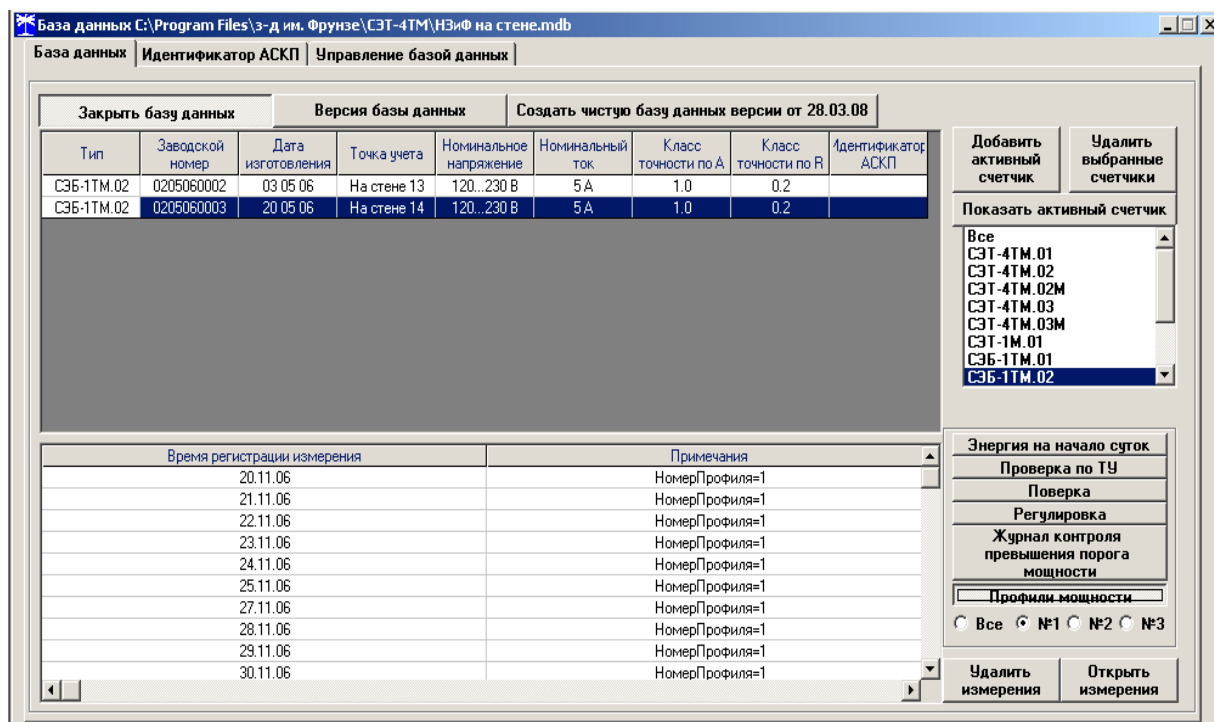

Рисунок 14 – Форма «База данных»
15.15 Для визуализации сохраненного в базе массива профиля параметров нужно нажать кнопку «Открыть базу данных» и, по запросу конфигулятора, указать путь к требуемой базе. В окне формы появится список счетчиков, параметры которых сохранялись в базе. Выделить интересующий счетчик из перечня, установить флаг «Профиль мощности №1» и нажать кнопку «Профиль мощности». При этом будет производиться чтение всех записей базы, относящихся к выделенному счетчику, а в окне «Время регистрации измерения» будет отображаться список дней сохранения информации в базе (рисунок 14). Выделить интересующий день или группу дней левой кнопкой манипулятора «мышь» и нажать кнопку «Открыть измерения». При этом открывается форма «Профиль мощности», в которой отображается информация, прочитанная из базы, аналогично описанному в п.п. 15.9, 15.10.